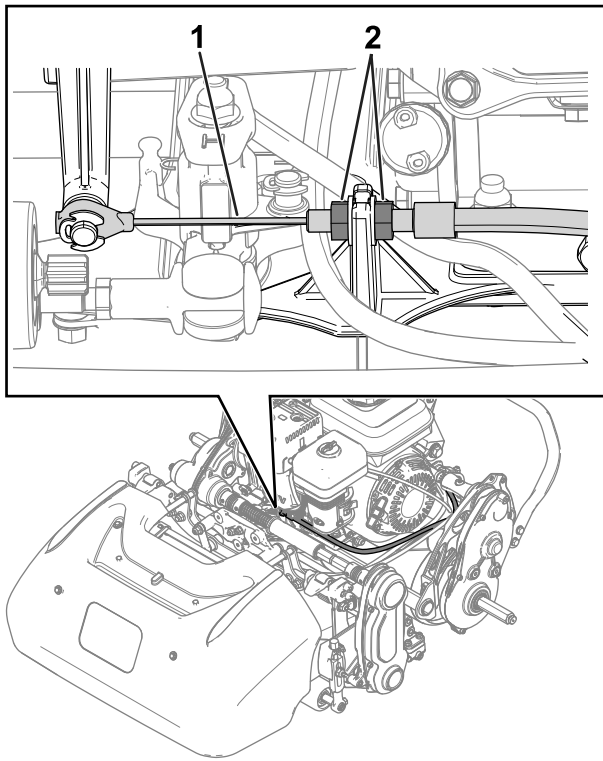
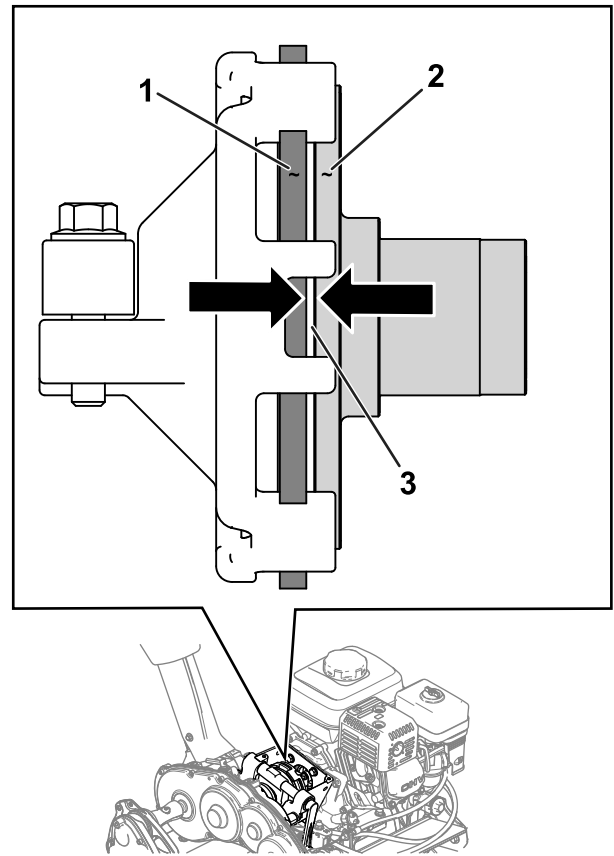

Figura 30
Figura 31
2. Afloje las contratueras y ajuste el cable de tracción hasta que quede un espacio de 1.1 mm (0.045") entre el disco de fricción y el plato de presión (Figura 30 y Figura 31).